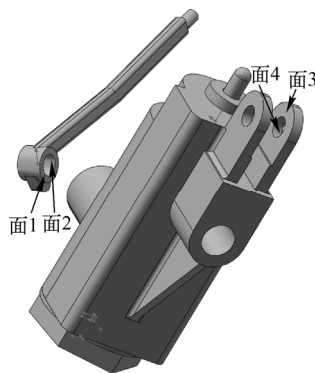
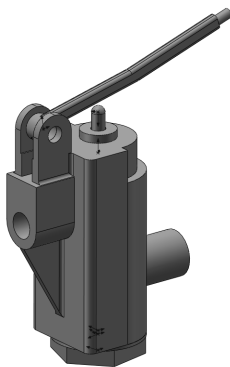

图 12-119 插入“压紧套”到装配体
图 12-120 配合后的图形 2
① 插入压紧套。单击“装配体”控制面板中的“插入零部件”按钮，在弹出的“打开”对话框中选择“手柄”，将其插入到装配界面中，如图 12-119 所示。
② 添加装配关系。单击“装配体”控制面板中的“配合”按钮，选择图 12-119 中的面 1 和面 3，添加“重合”关系；选择图 12-119 中的面 2 和面 4，添加“同轴心”关系；单击“确定”按钮，结果如图 12-120 所示。